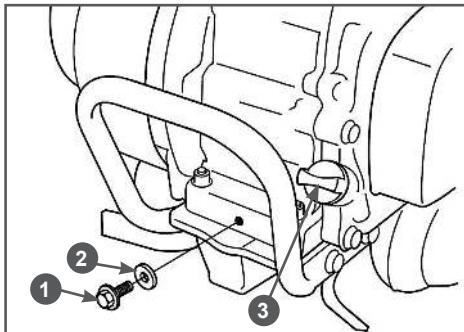

Рис. 30 Замена масла в двигателе
(1) Техническое обслуживание должно осуществляться более часто, при работе в пыльных условиях.
(2) Данный вид работ необходимо выполнять в авторизованном сервисном центре.
- Открутите пробку 1 для слива масла и спейте отработанное масло в подготовленную для этого емкость (Рис. 30).